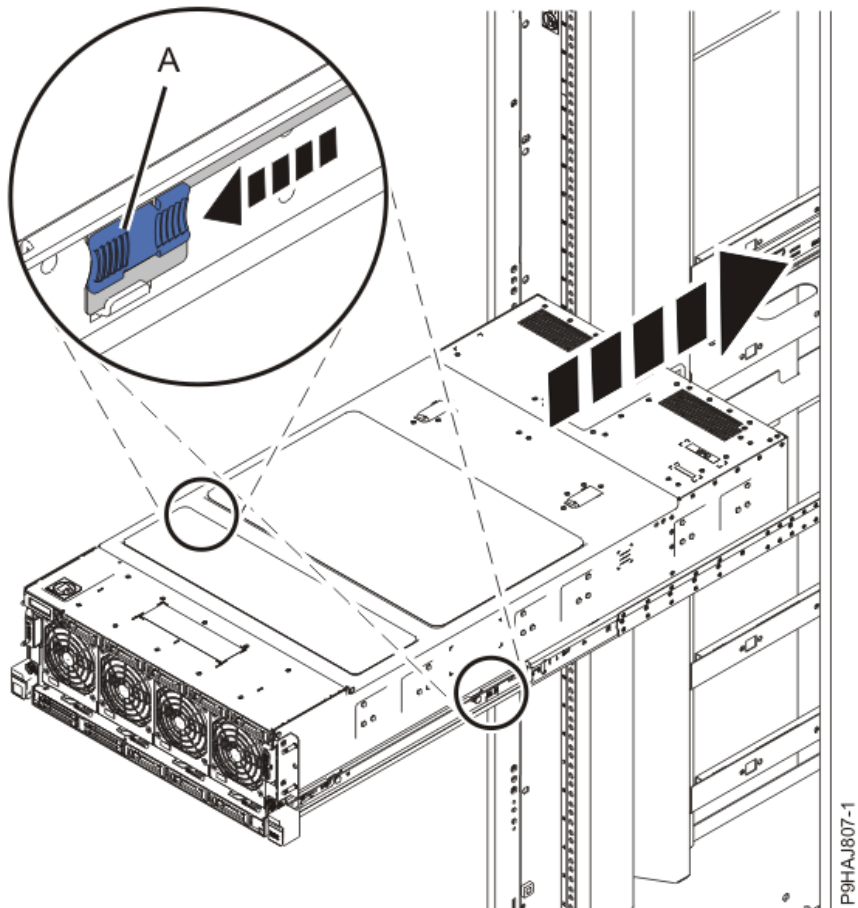

图 20 释放导轨中部的门锁，将服务器推进机柜
6. 移动到机架的前面。释放导轨中部的门锁，并将服务器推到机柜的一半，如图 20 所示。
8. 在导轨（A）中间释放门锁，并将服务器一路推到机柜中，如图 20 所示。